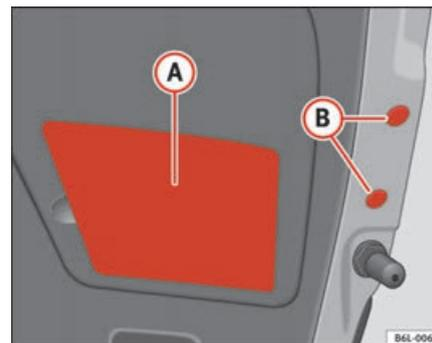

Fig. 162 Feu arrière dans le hayon
- Retirer le cache en plastique **(A)** ⇒ page 235, fig. 162 et les bouchons en plastique **(B)** ⇒ page 235, fig. 162 en faisant levier avec soin avec la partie plate du tournevis, en faisant attention de ne pas rayer la peinture.